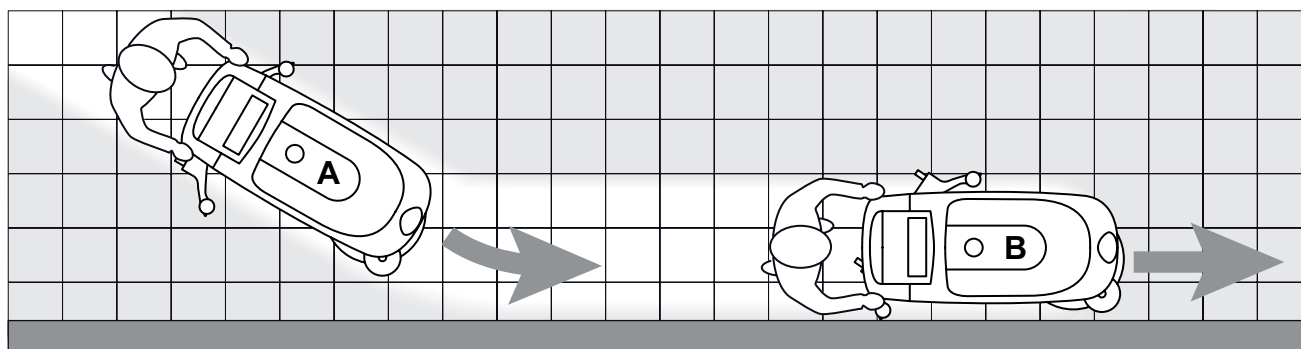

Figura 4
2. Teniendo ambas las manos sobre el manillar (2) pulsar los pulsadores (47), luego maniobrar la máquina y empezar el trabajo de lavado/secamiento del suelo.
3. Si necesario, parar la máquina y ajustar ulteriormente la empuñadura de ajuste del equilibrado de la boquilla (23).
4. Si necesario, cambiar la cantidad de la solución detergente mediante el grifo (36).
*Antes de levantar el cepillo/filtro, parar su rotación soltando los pulsadores (47).*
*Para un correcto lavado/secamiento de los suelos en los bordes de las paredes, Advance sugiere acercarse con el lado derecho de la máquina como indicado en la figura 4.*